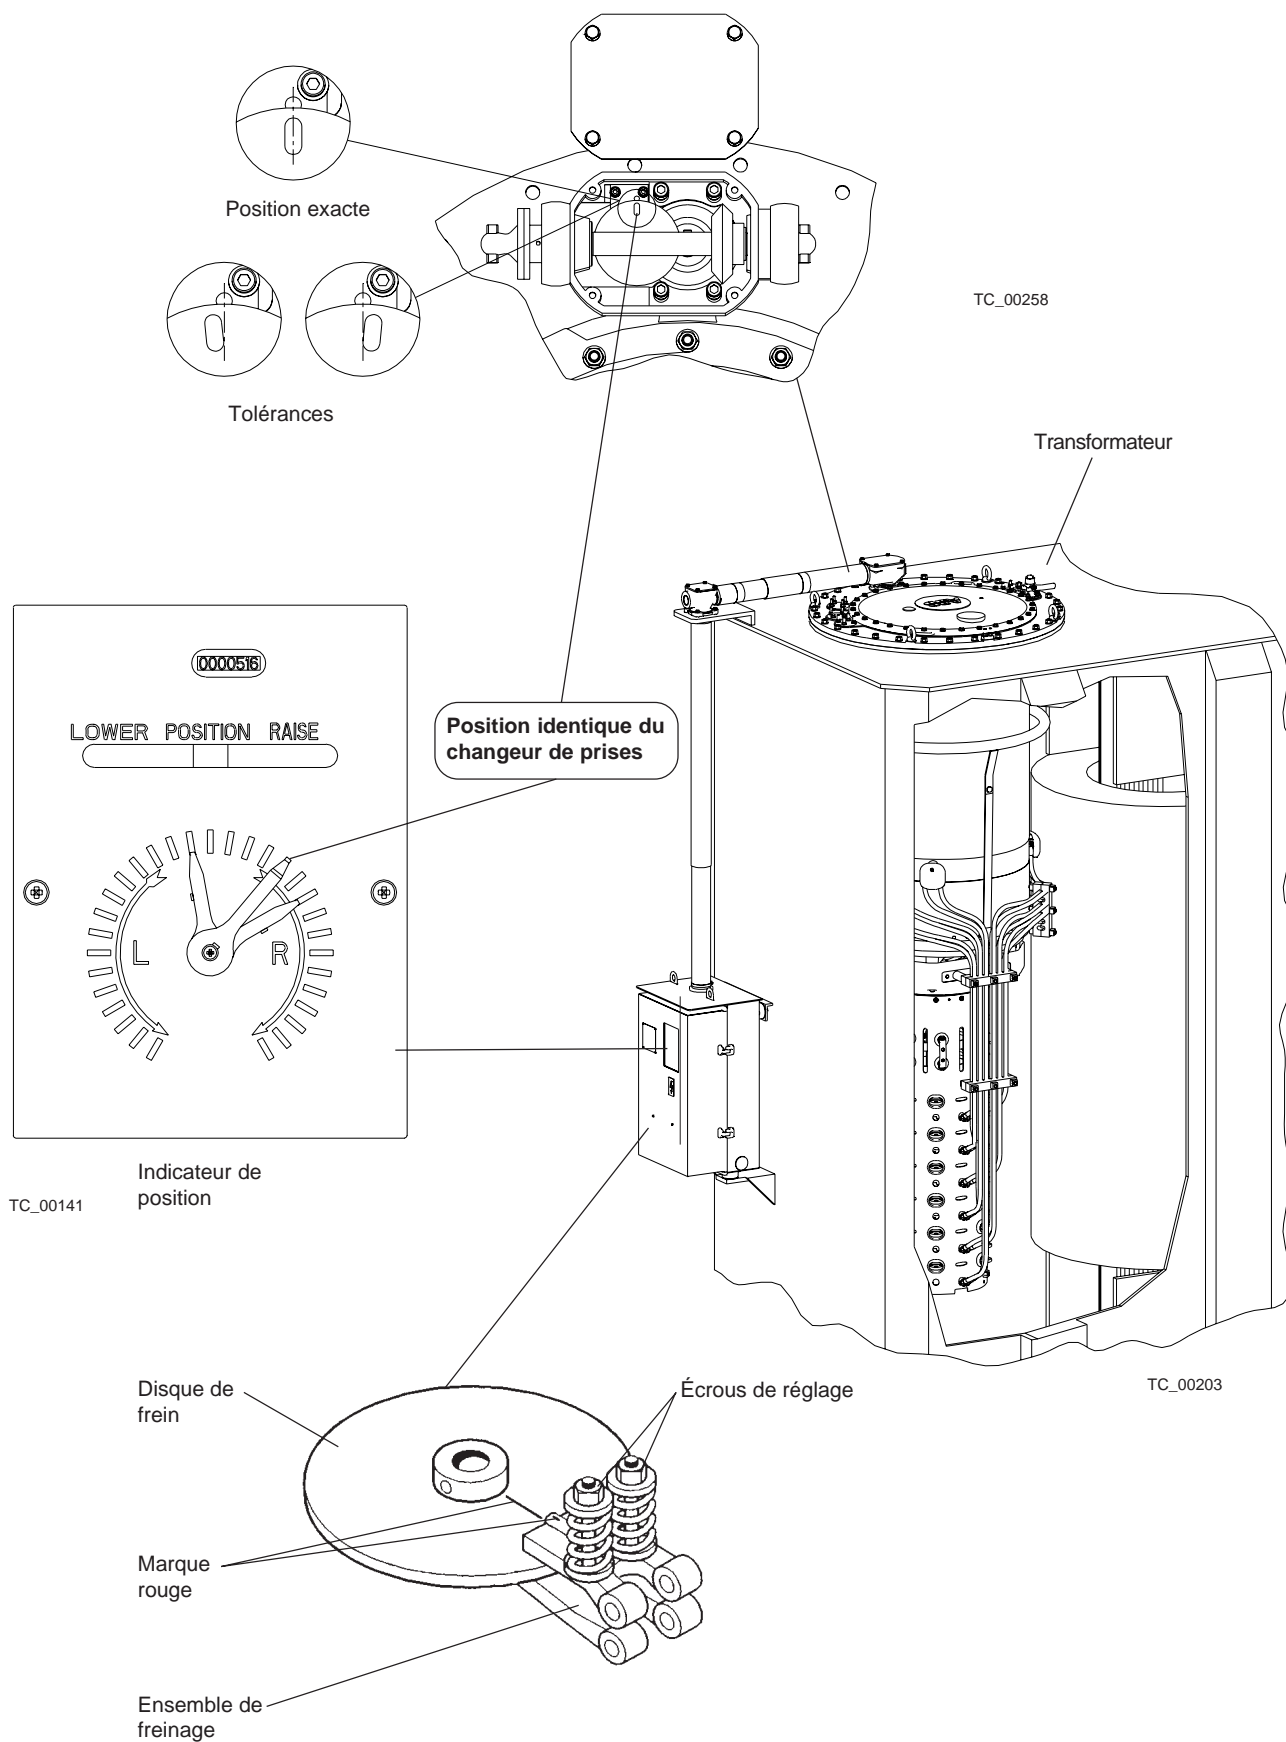

Fig. 34. Aligement pour UCG et UCL avec mécanisme d'entraînement motorisé de type BUE.
Voir fig. 34 et 35.
La disposition des arbres de transmission est illustrée à la fig. 34.
Vérifier que le mécanisme d'entraînement motorisé est dans la position illustrée aux fig. 34 et 35 (BUE: le repère rouge sur le disque de frein doit faire face au repère rouge sur l'ensemble de freinage. BUL: le galet doit être au centre de l'encoche du disque à cames). Si ce n'est pas le cas, desserrer le dispositif de verrouillage et régler le positionnement (voir fig. 40). Rétablir le verrouillage.
7. Les prises du mécanisme d'entraînement motorisé et du changeur de prises doivent être dans la même position illustrée, et se trouver dans leurs positions **exactes**. Retirer le couvercle de la boîte d'engrenages du changeur de prises pour accéder à l'indicateur de position (voir fig. 34 et 35).
Le mécanisme d'entraînement motorisé et le changeur de prises en charge sont dans la même position lorsque leurs indicateurs respectifs indiquent la même position (voir fig. 34 et 35).
Le changeur de prises en charge est en position **exacte** lorsque le hublot permettant la lecture au niveau de l'engrenage conique se trouve exactement en face du point rouge du carter d'engrenage (voir fig. 34 ou 35).
Si la boîte d'engrenages n'est pas dans sa position exacte (voir fig. 34 ou 35), desserrer les deux vis dans le raccord à trous multiples de la boîte d'engrenages; trouver la position de vis permettant à l'ouverture de la roue dentée de se rapprocher le plus du point rouge dans le carter d'engrenage. La déviation maximale par rapport à l'alignement exact est indiquée dans les figures 34 et 35. Serrer les vis. Remonter le couvercle et le joint du carter d'engrenage sur le changeur de prises (voir fig. 27).